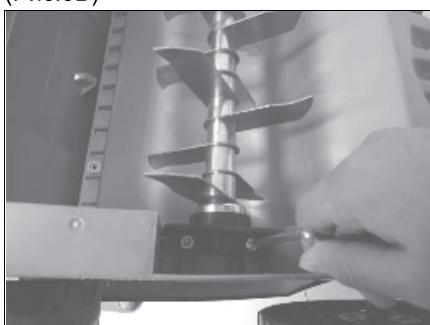

Рис.5A
1. Открутите два винта. (Рис.5A)